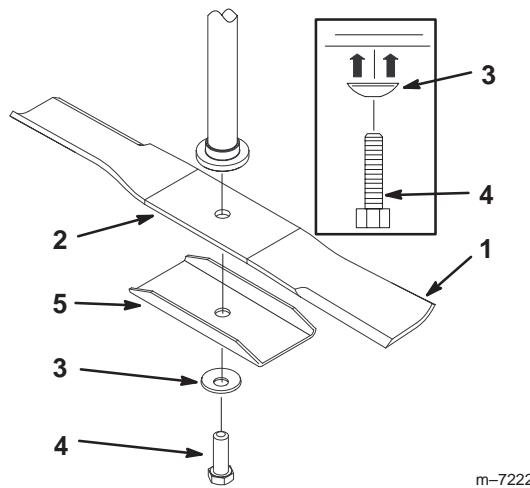
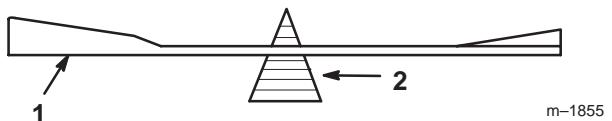

Figure 36
Figure 38
Tenez la lame à son extrémité avec un chiffon ou un gant épais. Enlevez le boulon, la rondelle bombée, le renfort et la lame de l'axe (Fig. 36).
2. Vérifiez l'équilibre de la lame en la plaçant sur un équilibrage (Fig. 38). Si la lame reste horizontale, elle est équilibrée et peut être utilisée. Si la lame est déséquilibrée, limez un peu l'extrémité de la partie incurvée seulement (Fig. 36). Répétez la procédure jusqu'à ce que la lame soit équilibrée.
1. Placez la lame sur l'axe avec le renfort de lame (Fig. 36).
2. Installez le renfort et le boulon de fixation (Fig. 36). Serrez le boulon de lame à 47–88 Nm (35–60 pieds-livre).